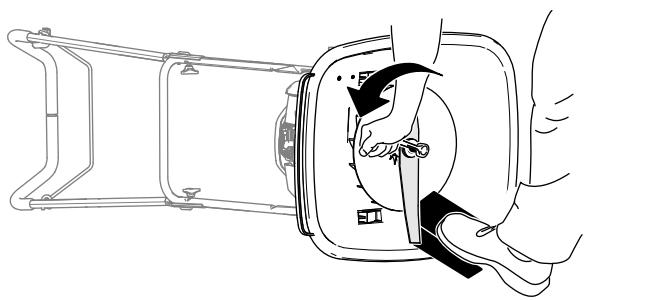

Figura 30
- Utilize um bloco de madeira para manter a lâmina segura (Figura 30).